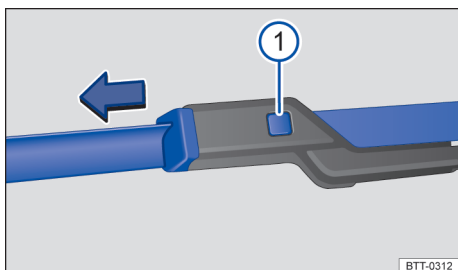

图 120 更换前风窗玻璃刮水片
- 按住分离按钮 → 图 120 ①，同时沿箭头方向拉出刮水片。